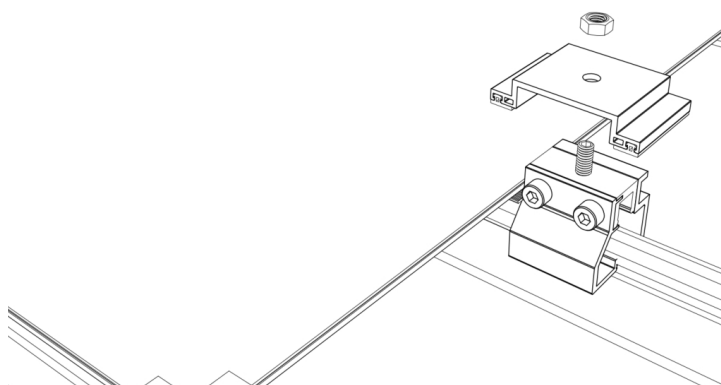

図 2
- まず、ソケットレンチを使ってクランプカバーのボルトを外し、カバーを取り外します (図 2 参照)。